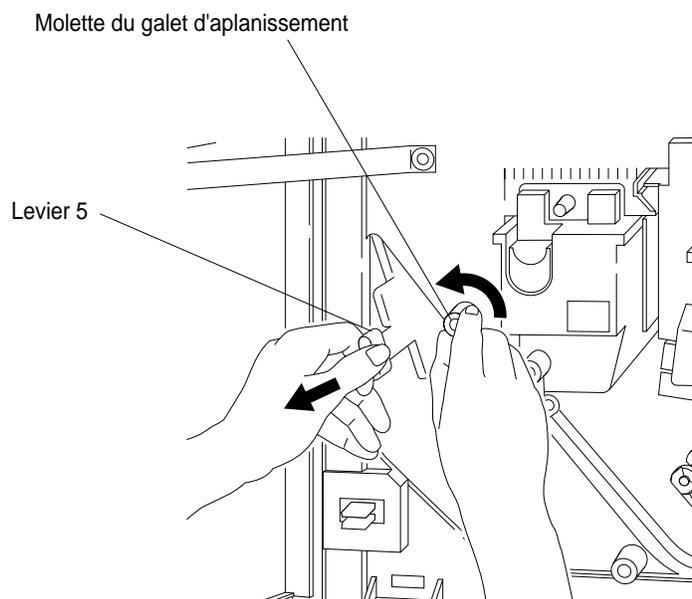

Figure 3-57 Dégagement du papier situé dans la zone du module d'impression inversée
2. Repérez le levier 5 et poussez-le vers le bas en l'écartant de l'unité de fusion, comme illustré à la Figure 3-57.